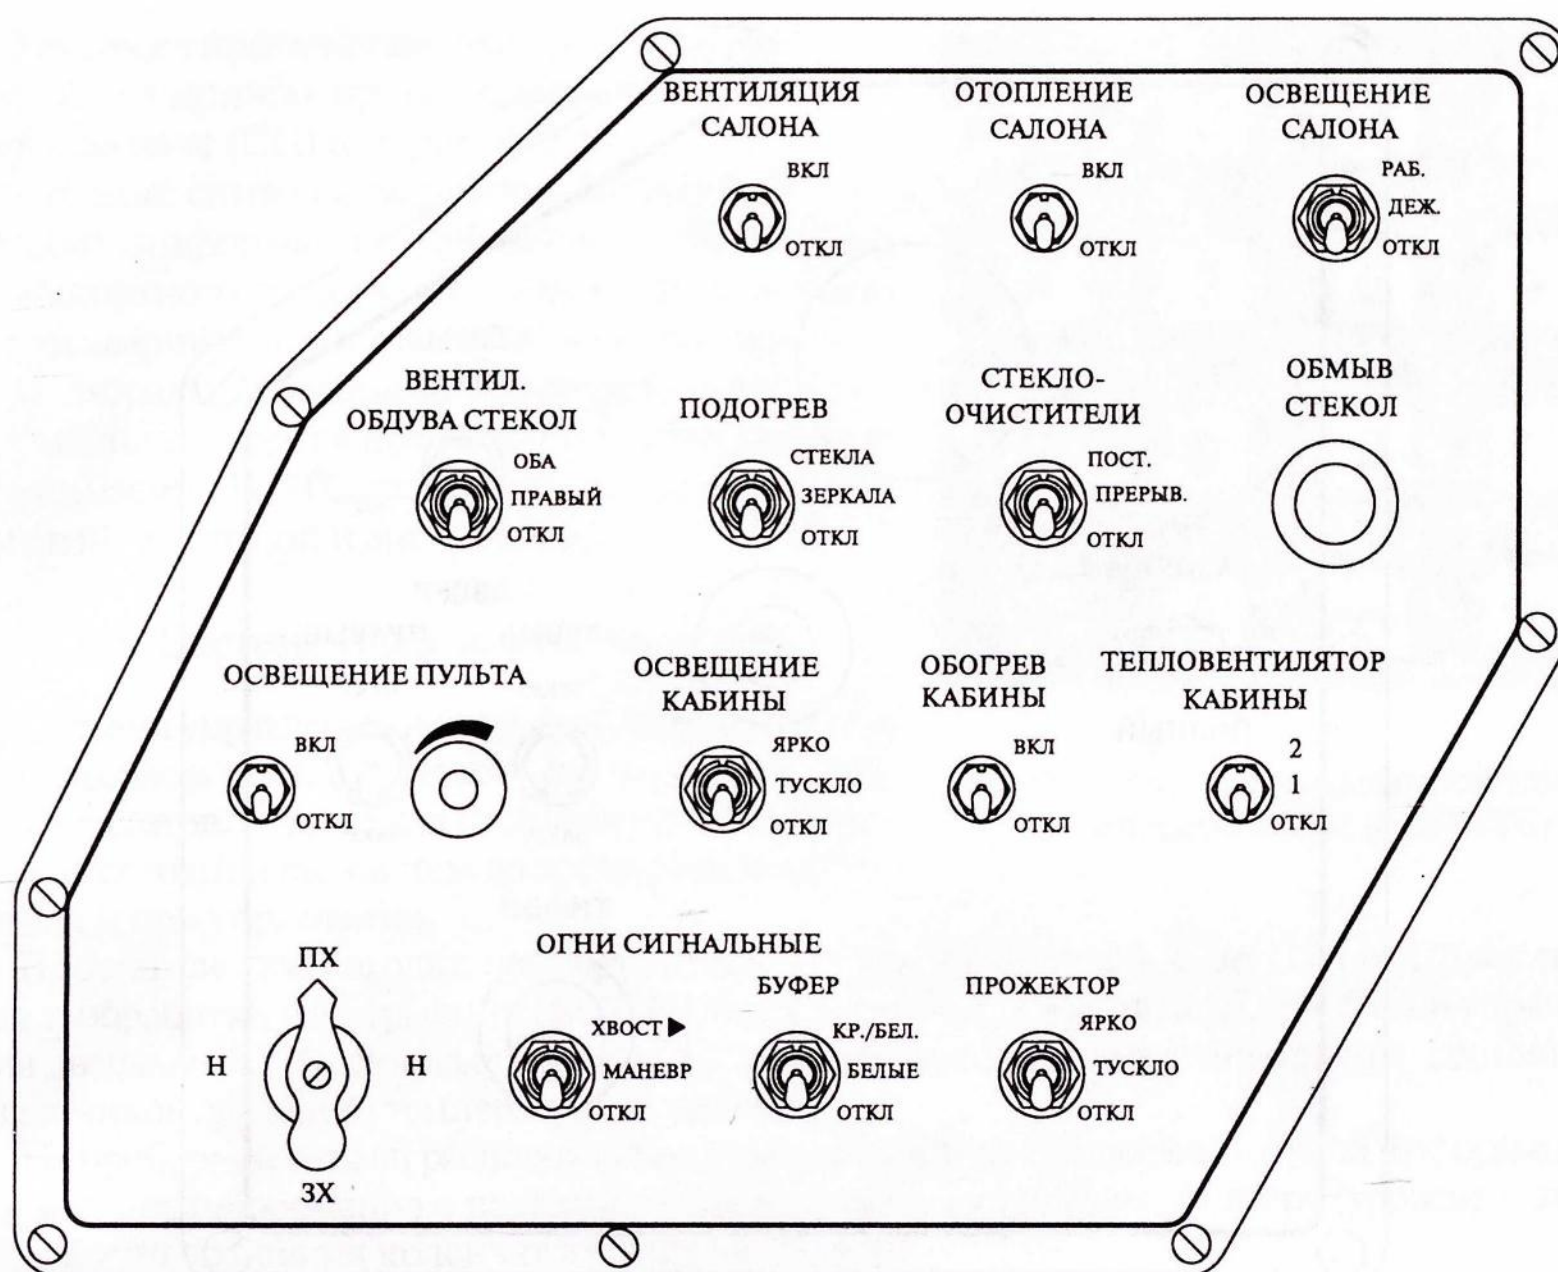

Рис. 2.11. Панель управления № 1
- панель управления № 1 (рис. 2.11);